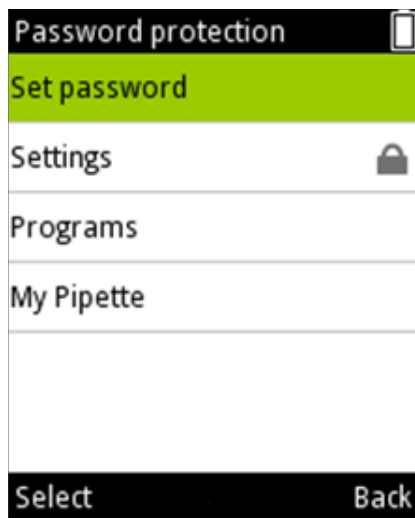

Imagen D52.
2. Seleccione **Set password** (Establecer contraseña) y pulse  (**Select**, Seleccionar) (Imagen D52).